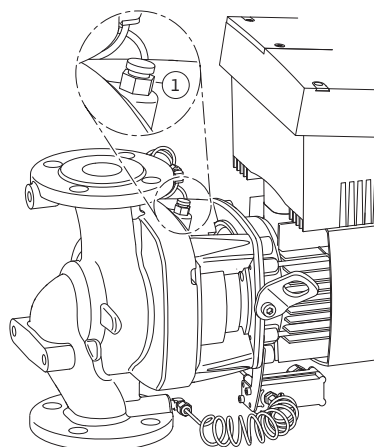

Fig. 44: Вентиляционный клапан
- Удалить воздух из насосов путем открытия вентиляционных клапанов (Fig. 44, поз. 1). Сухой ход разрушает скользящее торцевое уплотнение насоса. На дифференциальном датчике давления запрещается удалять воздух (опасность разрушения).